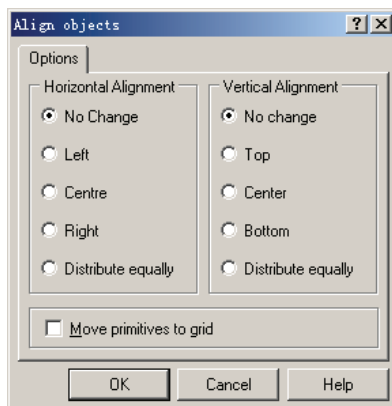

图 2-59 “Align objects”对话框
3) 执行该命令后，将弹出“Align objects (元器件对齐设置)”对话框，如图 2-59 所示。该对话框可以用来进行综合排列或对齐的设置。